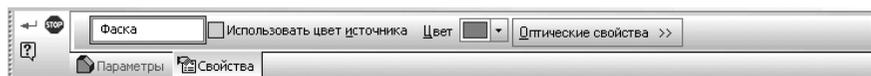

Рис. 3.82. Состояние окна модели с фантомом второго отверстия
- щелкните в главном меню по пункту **Операции**, а в выпадающем меню по пункту **Фаска** или в **Компактной панели** по кнопке **Фаска**. Появится соответствующая **Панель свойств: Фаска** с открытой вкладкой **Параметры** (рис. 3.81). **Панель свойств: Фаска** с открытой вкладкой **Свойства** показана на рис. 3.82.